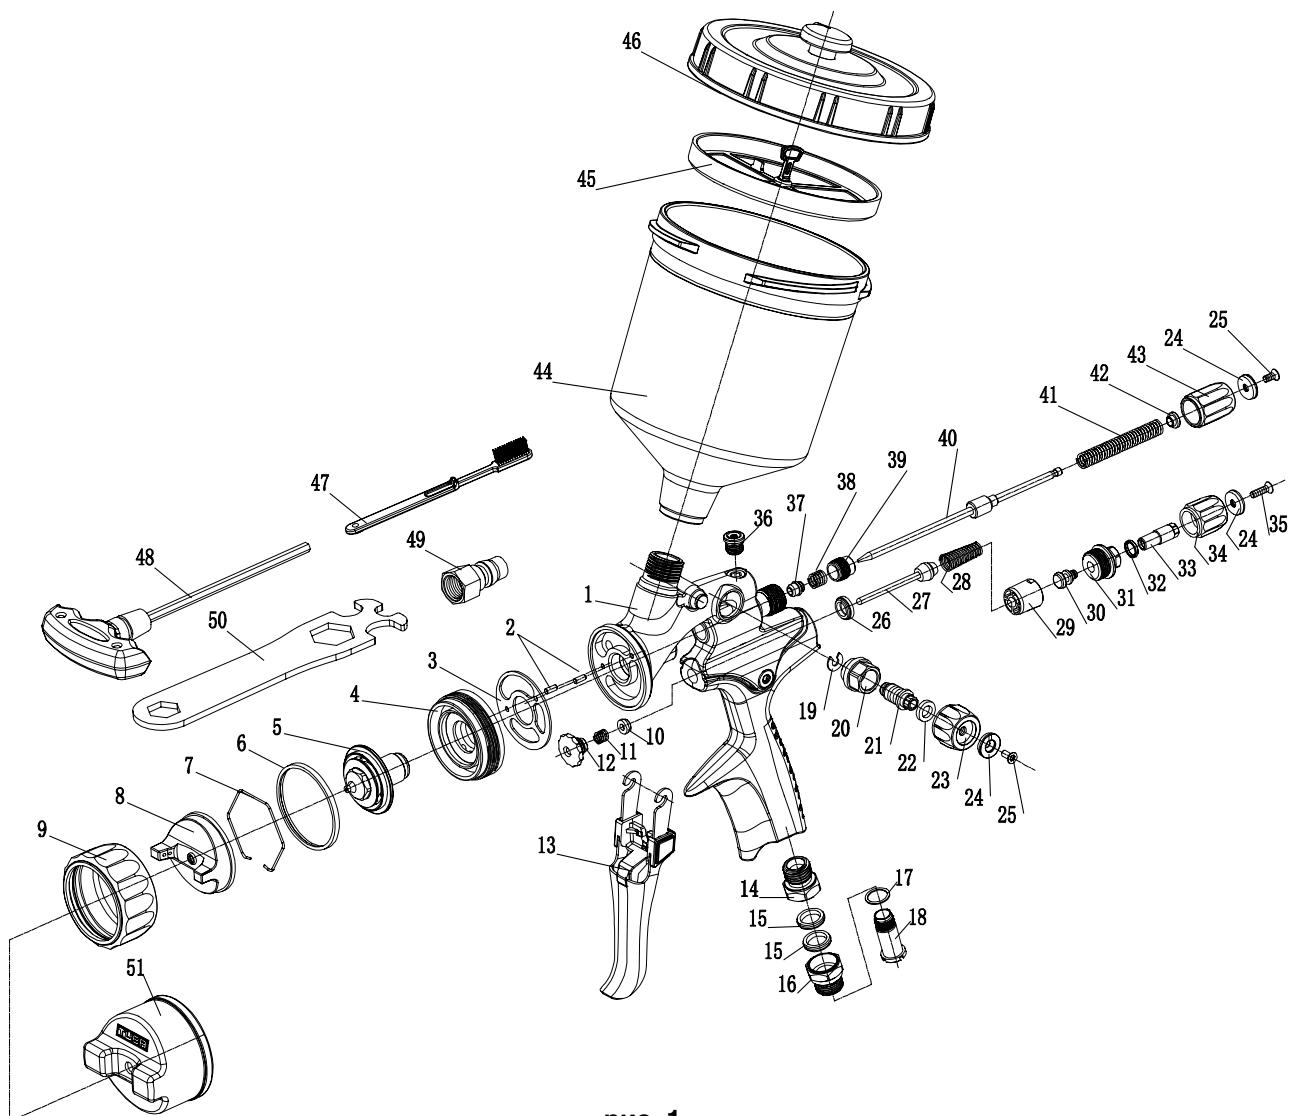

рис. 1
### Детализировка окрасочного пистолета (рис. 1)
1. Убедитесь в том, что резьбовые соединения закручены с достаточным усилием. Дюзу (поз. 5, рис. 1) закрутите накидным ключом с достаточным усилием.
4. Установите сеточный фильтр в бачок (поз. 43, рис. 1).